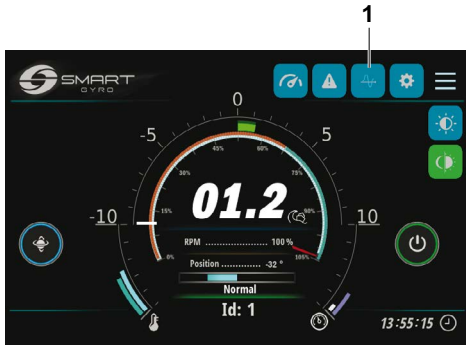

Figure 25
- En appuyant sur l'icône Rouler (Figure 25, (1)),